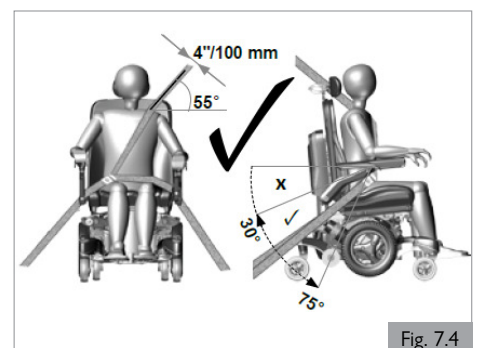

Fig. 7.4
2. Il est souhaitable que l'angle soit plus prononcé (plus grand) à l'intérieur de la zone préconisée, proche de 75 degrés, mais sans jamais les dépasser (Fig. 7.4).
- a. La ceinture de retenue du torse supérieur doit passer sur l'épaule et en travers de la poitrine comme illustré (Fig. 7.4). Les ceintures de retenue doivent être ajustées aussi serrées que possible, en fonction du confort de l'utilisateur.